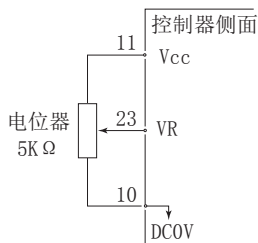
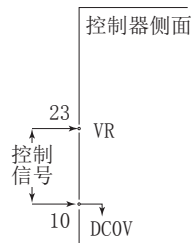
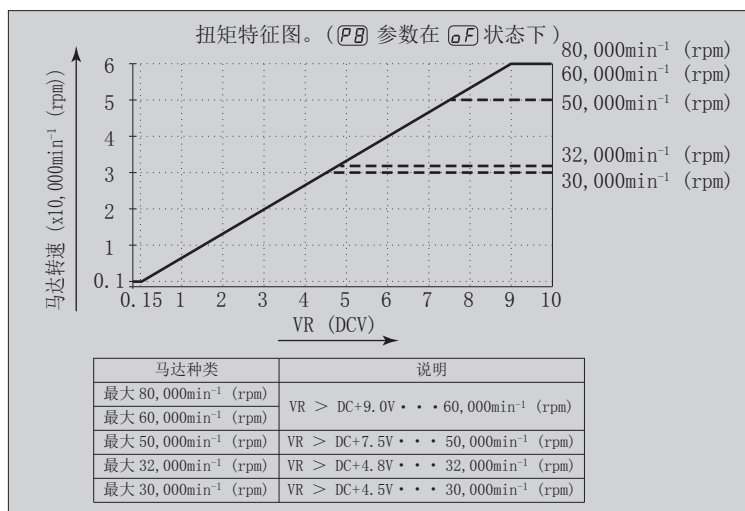
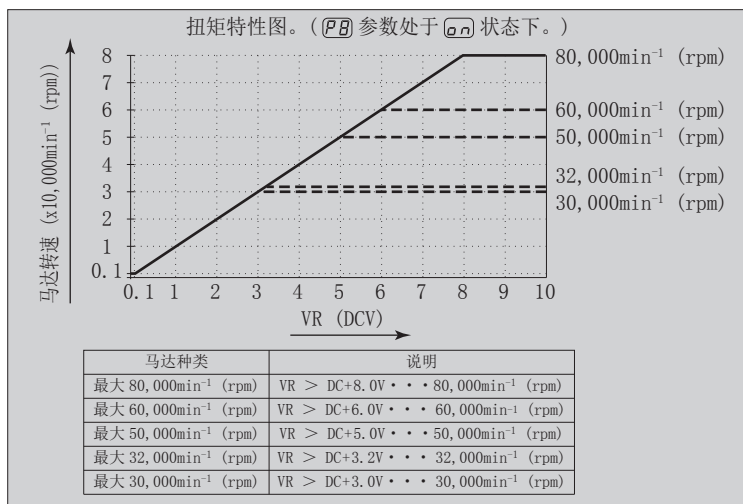

图 34
图 35
图 36
图 37
④ 马达转速控制信号
在“马达转速指令电压 (VR)”上施加模拟电压可选择转速。关于连接，请参考图 34、图 35。关于马达转速和“马达转速指令电压 (VR)”之间的关系，请参考图 36、图 37。
当外加 VR 时，请勿对控制器输入超过 DC+10V 的电压（图 35）。否则将导致控制器内的 I/O 板损坏。